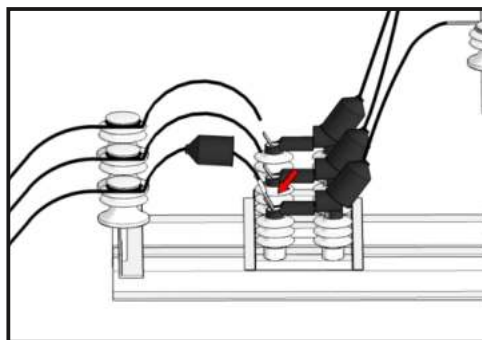

Рис. 52.
11.3.4. Присоединить конец шлейфа к контактному выводу подвижного ножа разъединителя. (Рис. 52).